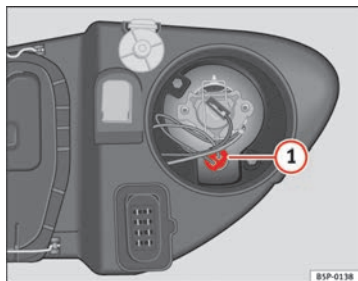

Abb. 171 Standlicht
- Die Fassung ⇒ Abb. 171 **1** herausnehmen.